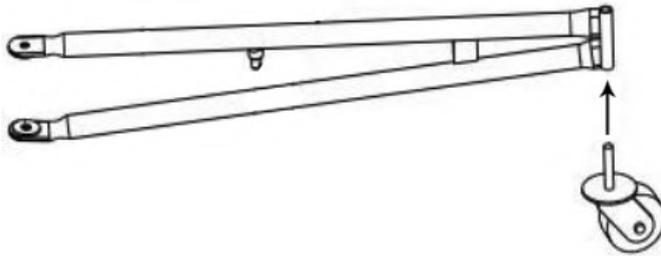

Abbildung 12
- Befestigen Sie die Laufrollen mit allen drei Beinen wie in Abb. 12 gezeigt.
- Befestigen Sie die Radbaugruppe an der Rahmenbaugruppe mit Unterlegscheiben $\varnothing 10$ und Schrauben M10x20 wie in Abb. 12 gezeigt.